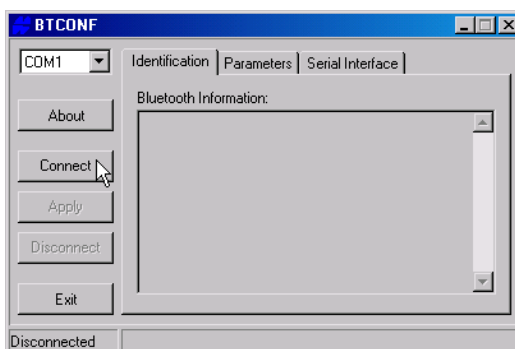

Figura 2-24. Seleccione el puerto de comunicación y haga clic en Connect
3. En la lista desplegable de la esquina superior izquierda, seleccione el puerto serie del ordenador (normalmente COM1) que se utilizará para la comunicación (Figura 2-24).
4. Haga clic en **Connect** para conectar el ordenador y el módulo Bluetooth (Figura 2-24).